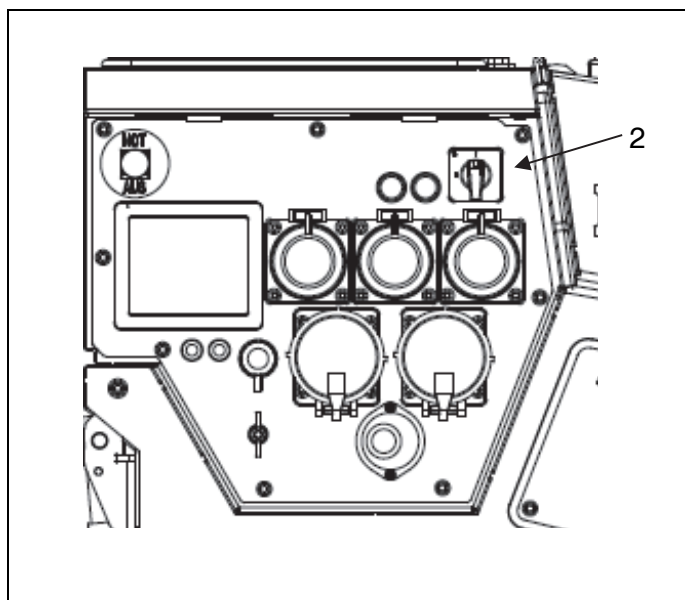

Fig. 42: Modo estándar del panel de mandos
2. Girar el interruptor START-STOP (*Fig. 42-(2)*) completamente hacia la derecha hasta la posición "START", hasta que el motor arranque, y soltar a continuación.
3. Colocar el interruptor START-STOP (*Fig. 42-(2)*) en la posición "1".
3. Colocar el interruptor START-STOP (*Fig. 42-(2)*) en la posición "0"